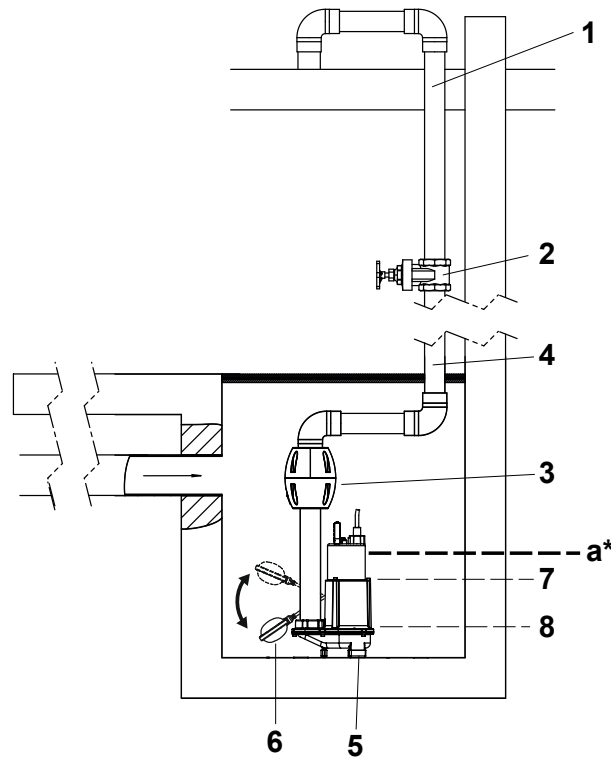

Abb. 2 Installationsbeispiel Betonschacht
- Bei einer Temperatur des Mediums von mehr als 60 °C und bis maximal 80 °C darf das maximale Wasserniveau (siehe obige Abbildung 2, markiert mit "a") nicht überschritten werden.